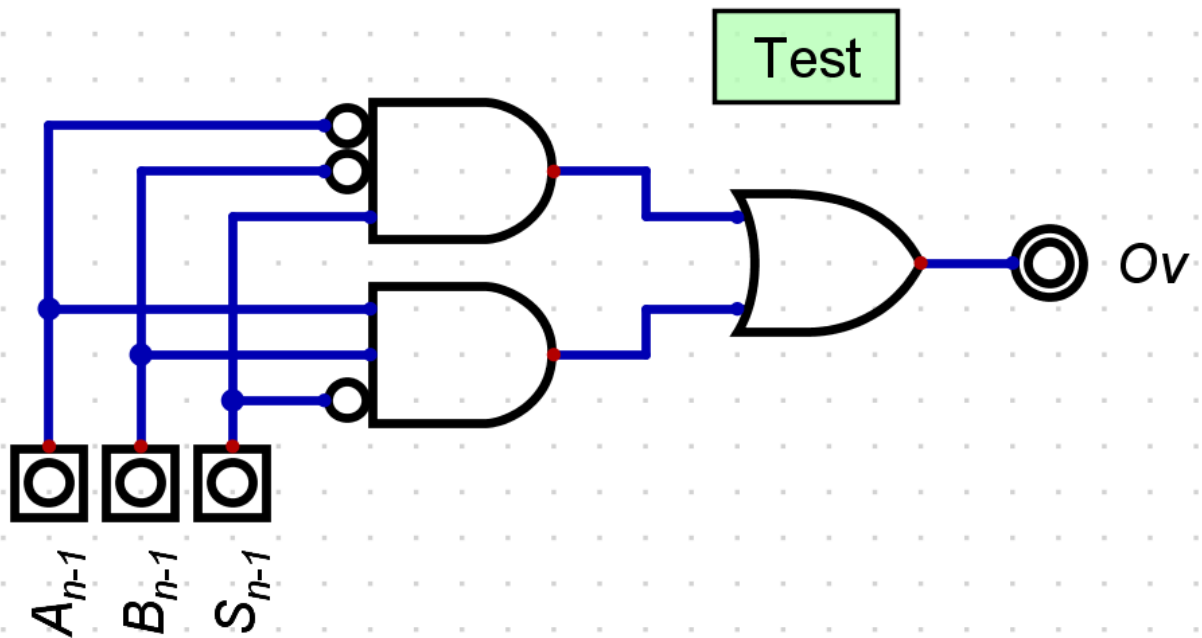

Figura 6. Detector de overflow con las entradas cambiadas
- Modifica el circuito para que la disposición de las entradas sea como la que se muestra en la figura 6.